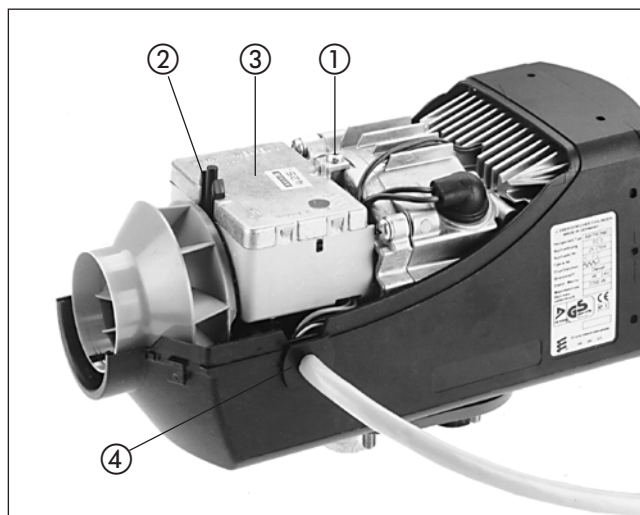

图 2
拆下控制器（参见图 2）
安装组合传感器（过热传感器 / 火焰传感器）（参见图 6, 7 和示意图 2 - 4）
- 在 Airtronic 上（用专用工具安装，参见示意图 2）
示意图 2